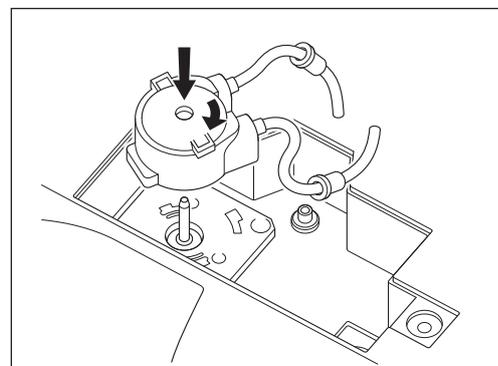

Fig. 55
- 7) Allineare il nuovo set pompa di irrigazione (opzionale) con l'albero di trasmissione. Ruotarla in senso orario finché scatta (Fig. 55).